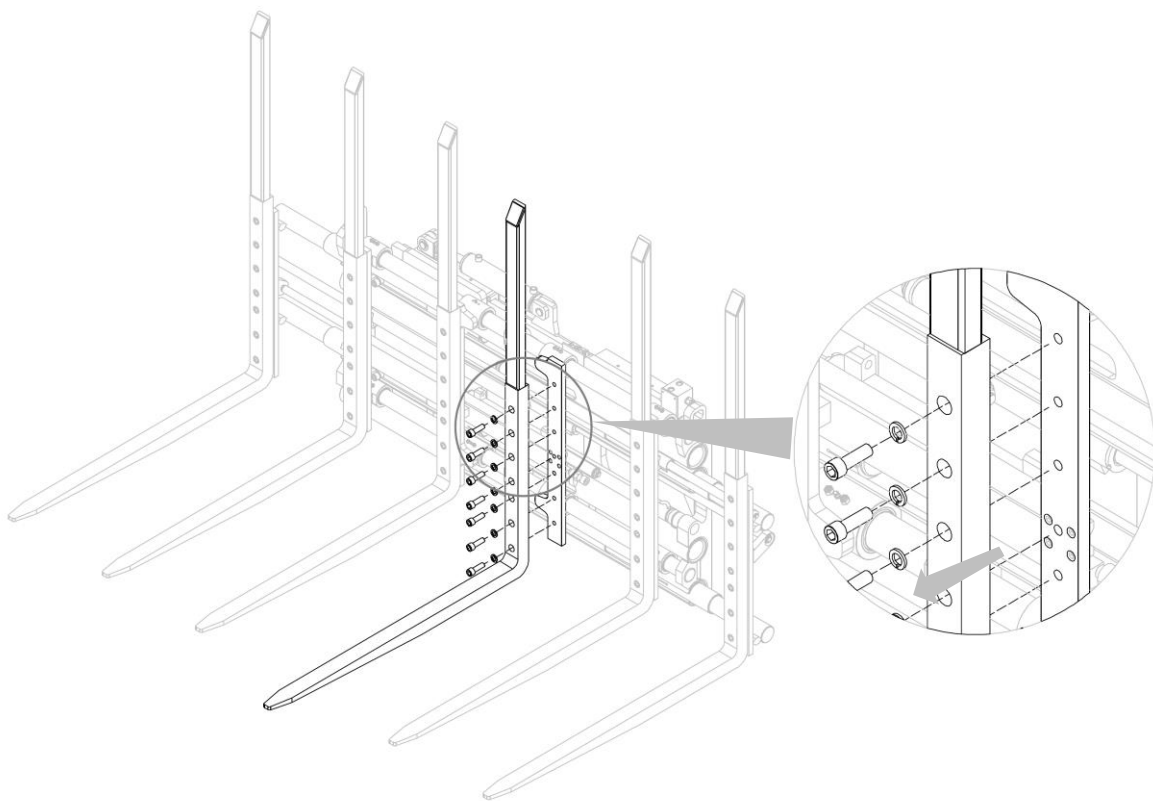

Figure 19
3. Retirer la fourche concernée, après avoir retiré les vis correspondantes (voir *Figure 19*).